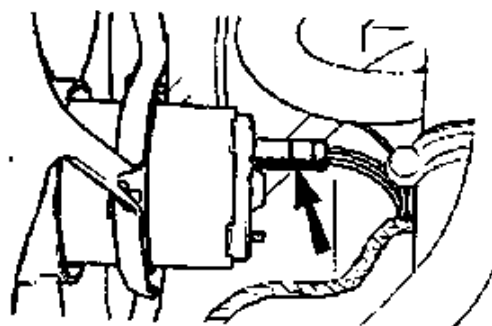

Figura 76: Conector múltiplo do motor do ventilador.
- 2 . Desligar o conector múltiplo, na parte traseira do motor do ventilador, e desencaixar o chicote da presilha do defletor de ar do radiador (Figura 76);